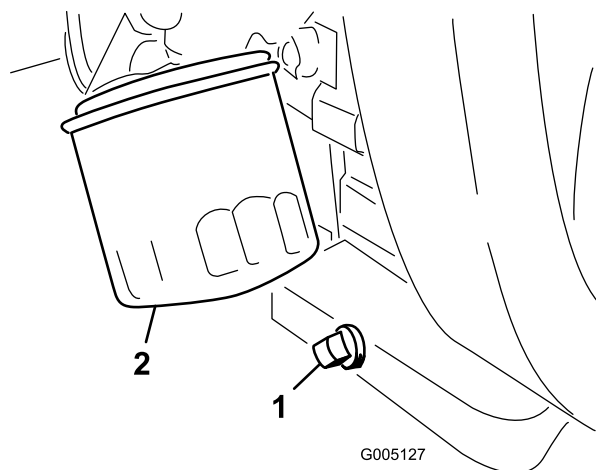

Figura 49
1. Retire o tampão de escoamento (Figura 49) e deixe o óleo escorrer para um recipiente adequado. Quando o óleo parar, volte a montar o tampão de escoamento.
2. Retire o filtro do óleo (Figura 49). Aplique uma leve camada de óleo limpo na gaxeta do novo filtro.